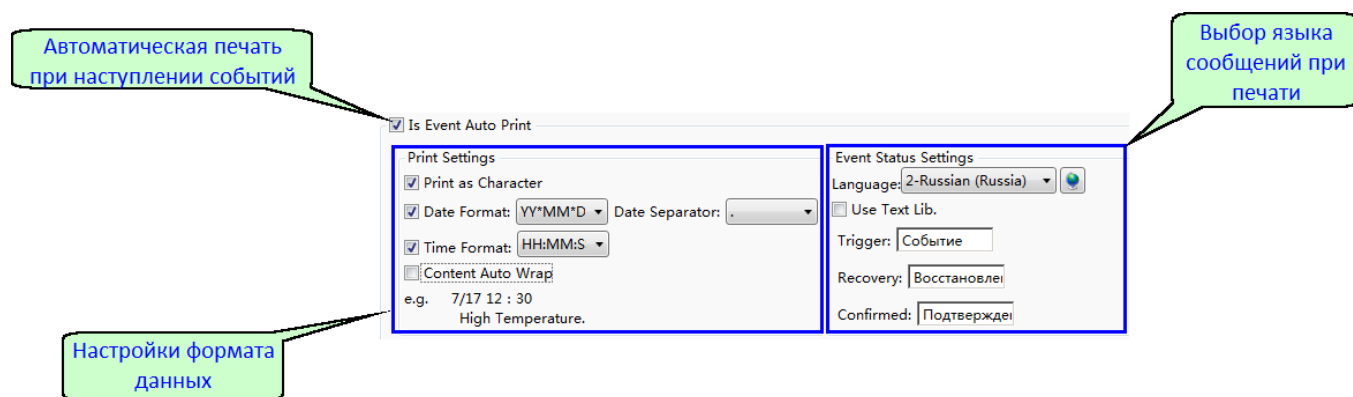

Рисунок 131 - Настройка вывода сообщений на печать
5. Если к панели подключен принтер, в данном разделе можно настроить вывод системных сообщений на печать (рисунок 131).